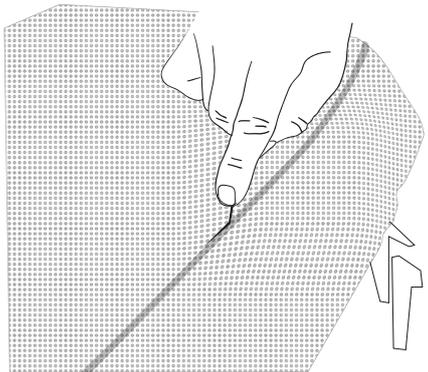

Figure 12
- › Couper le film MICRO-PERFORÉ à 1 mm du bord du joint (FIG. 12) ou à 5 mm si vous souhaitez renforcer la bordure. (voir chapitre 5. SCELLEMENT DE PROTECTION POUR MICRO-PERFORÉ; page 8.)